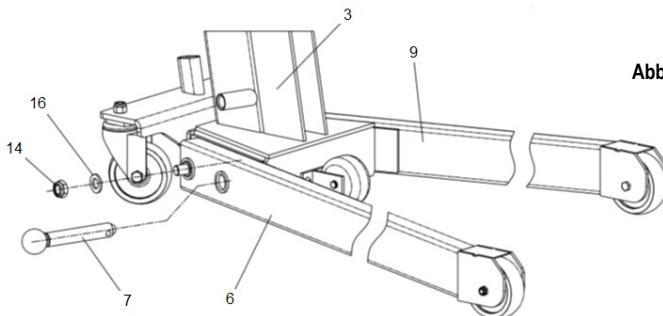

Abb. 3
2. Bauen Sie die Vorderbeine (6 und 9 – Abb. 3) im Rahmen (3 – Abb. 3) ein, wie in der Abbildung zu sehen ist; befestigen Sie sie mittels der Mutter (14 – Abb. 3) und der Dichtung (16 – Abb. 3); schließlich setzen Sie den Bolzen des Vorderbeins ein (7 – Abb. 3).